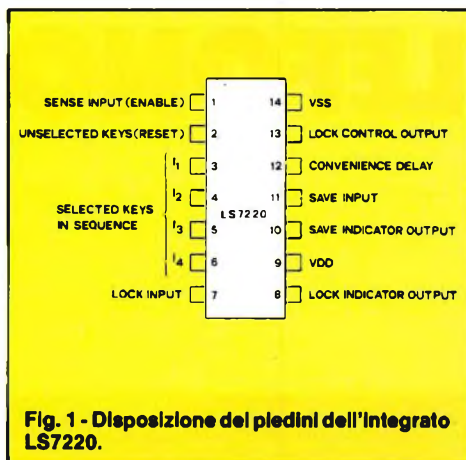

Fig. 1 - Disposizione dei pin dell'integrato LS7220.
Di base, con riferimento alle figure 1 e 2, (diagramma dei tempi di azionamento), il funzionamento dell'IC è il seguente: il terminale "SENSE INPUT" (1), è collegato ad un interruttore che lo porta ad alto livello; una volta che tale condizione sia presente, per ottenere lo sblocco del sistema, si devono collegare nella sequenza esatta (ve n'è una sola) i terminali 3-4-5-6 ("SELECTED KEYS") al terminale 12. Se si commette un solo errore, i rivelatori interni di sequenza sono immediatamente interdetti, e non accade nulla. Se invece la serie è proprio quella prevista